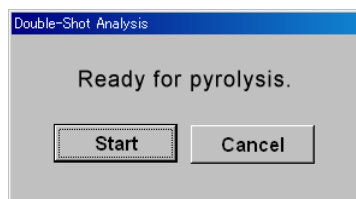

Fig. 4.12 Double-Shot Analysis の熱分解スタートダイアログボックス
- (10) 熱脱着成分の分析が行われ、分析終了後 GC のオープンが初期温度まで冷却されます。
- (11) GC のオープンが初期温度まで冷却され、GC が “Ready” 状態になると Fig. 4.12 に示すダイアログボックスが表示されます。手動でサンプラーの試料落下用ボタンを押して、試料カップを落下させた直後にダイアログボックス中の“START” ボタンをクリックするか PC キーボードの“ENTER” キーを押してください。《GC がスタートします。》